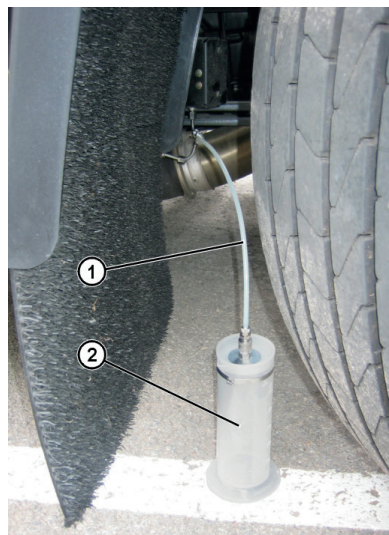

Fig. 6: Medición del caudal de dosificación
5. Conectar el recipiente de medición (Fig. 6, Pos. 2) a la tubería de presión de comprobación (Fig. 6, Pos. 1).